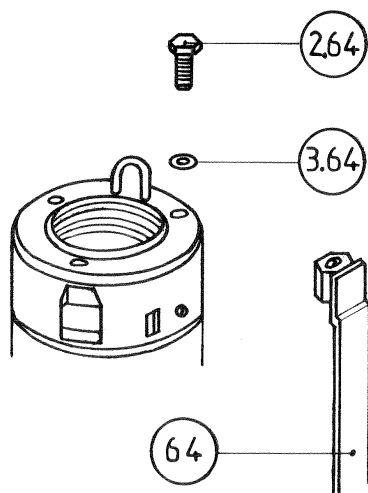

fig. 14
- Retirer les 3 vis (2-64) de serrage des tirants (64) et enlever les tirants (fig. 14).